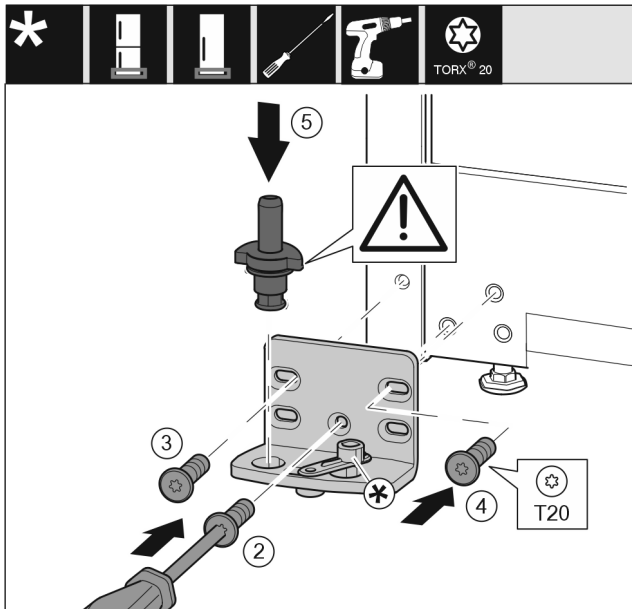

Fig. 16
- ▶ Helyezze fel a csapágybakot a másik oldalra, és húzza meg T20 csavarhúzóval. Alul közepén a 2 számmal jelölt csavarral kezdjen. Fig. 16 (2)
- ▶ Húzza meg a 3 és 4 számmal jelölt csavart. Fig. 16 (3,4)
- ▶ Helyezze be teljesen a csapszeget. Közben ügyeljen arra, hogy a bekattanó bütyök hátrafelé mutasson. Fig. 16 (5)